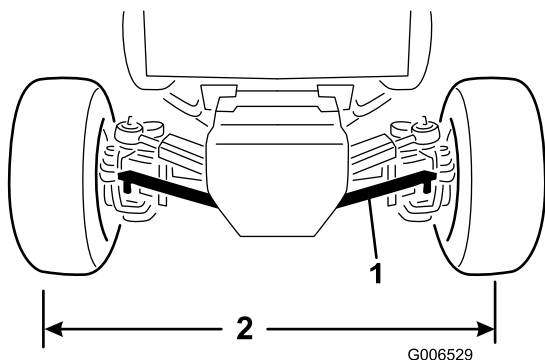

Figura 59
2. Retire las tuercas que fijan la junta esférica de una de las bielas al soporte ubicado en el eje, y desconecte la junta esférica del eje (Figura 59).
4. Ajuste la articulación esférica de la biela hasta que la distancia de centro a centro entre las ruedas traseras, por delante y por detrás, sea la misma (Figura 59).